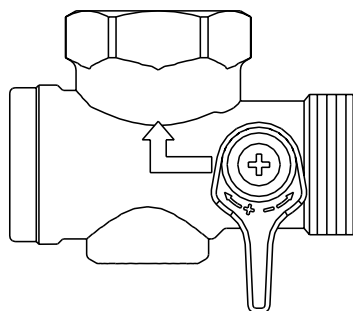
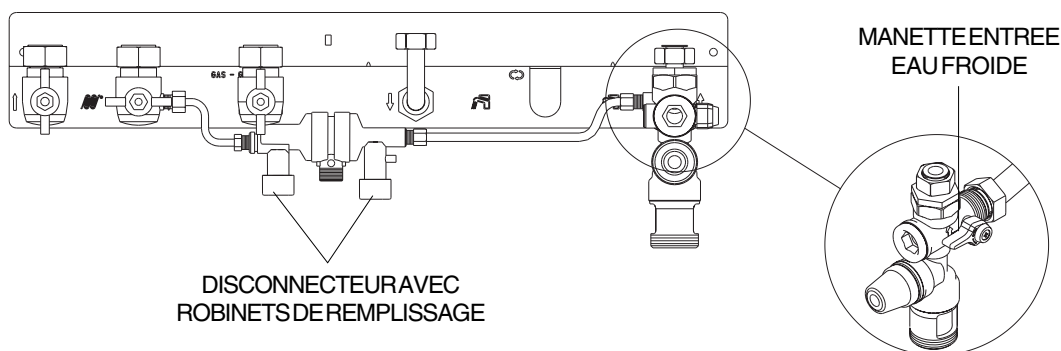

Fig. 3.15
Fig. 3.16
- manoeuvrer la manette "entrée eau froide" placée sur la soupape de sécurité sanitaire (fig. 3.15) de façon à remplir le ballon
- ouvrir de deux ou trois tours le bouchon (B) du purgeur automatique
- fermer la vanne d'arrêt départ (fig. 3.16) (manette à l'horizontale) et laisser la vanne d'arrêt retour ouverte (manette à la verticale)
- ouvrir les robinets du disconnecteur (fig. 3.16) jusqu'à ce que la pression indiquée par le manomètre atteigne 1,5 bar